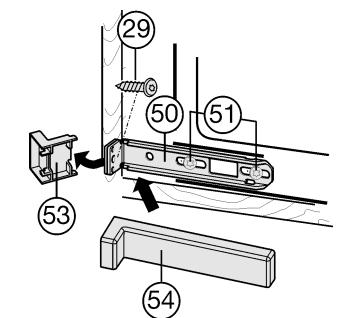

Fig. 17
- Desserrer un peu les vis Fig. 17 (51).
- Visser l'étrier inférieur Fig. 17 (50) à l'aide d'une vis à panneaux de particules Fig. 17 (29) Ø4x19 sur la paroi du meuble.
- Casser l'extrémité du cache Fig. 17 (53) qui dépasse. Elle ne sera plus utile.
- Bien serrer les vis Fig. 17 (51).
- Remettre le cache Fig. 17 (54) sur l'étrier Fig. 17 (50) inférieur.